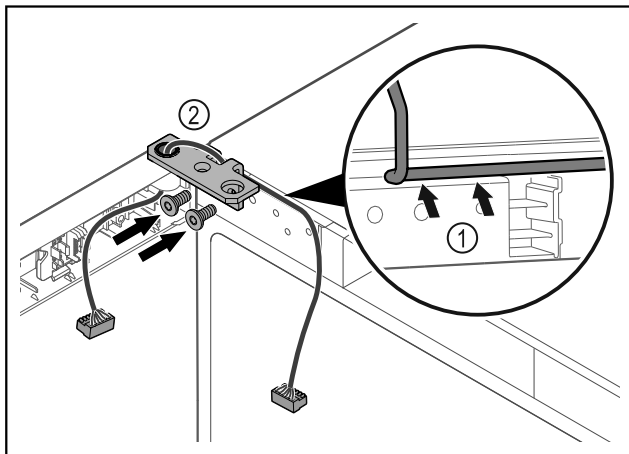

Fig. 40
- ▶ Prevlečte kábel cez vybrané uholníka závesu a opatrne ho položte Fig. 40 (1).
- ▶ Naskrutkujte uholník závesu Fig. 40 (2).